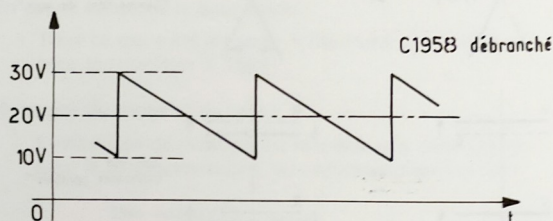
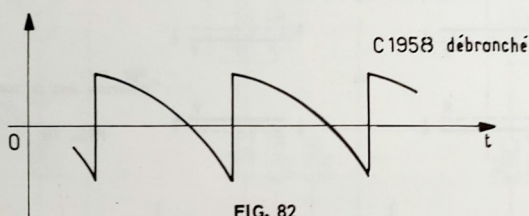

FIG. 81
FIG. 82
Au point (2), la diode D 1551 produit un écrêtage des crêteaux supérieurs - (oscillogramme de la Figure 81). Cet oscillogramme est pris en coupant le condensateur C 1958 dont nous verrons le rôle par la suite.
Au point (3), le signal de la Figure 81 est symétrique par rapport à l'axe horizontal, grâce à la présence du condensateur qui coupe la composante continue (voir Figure 82).